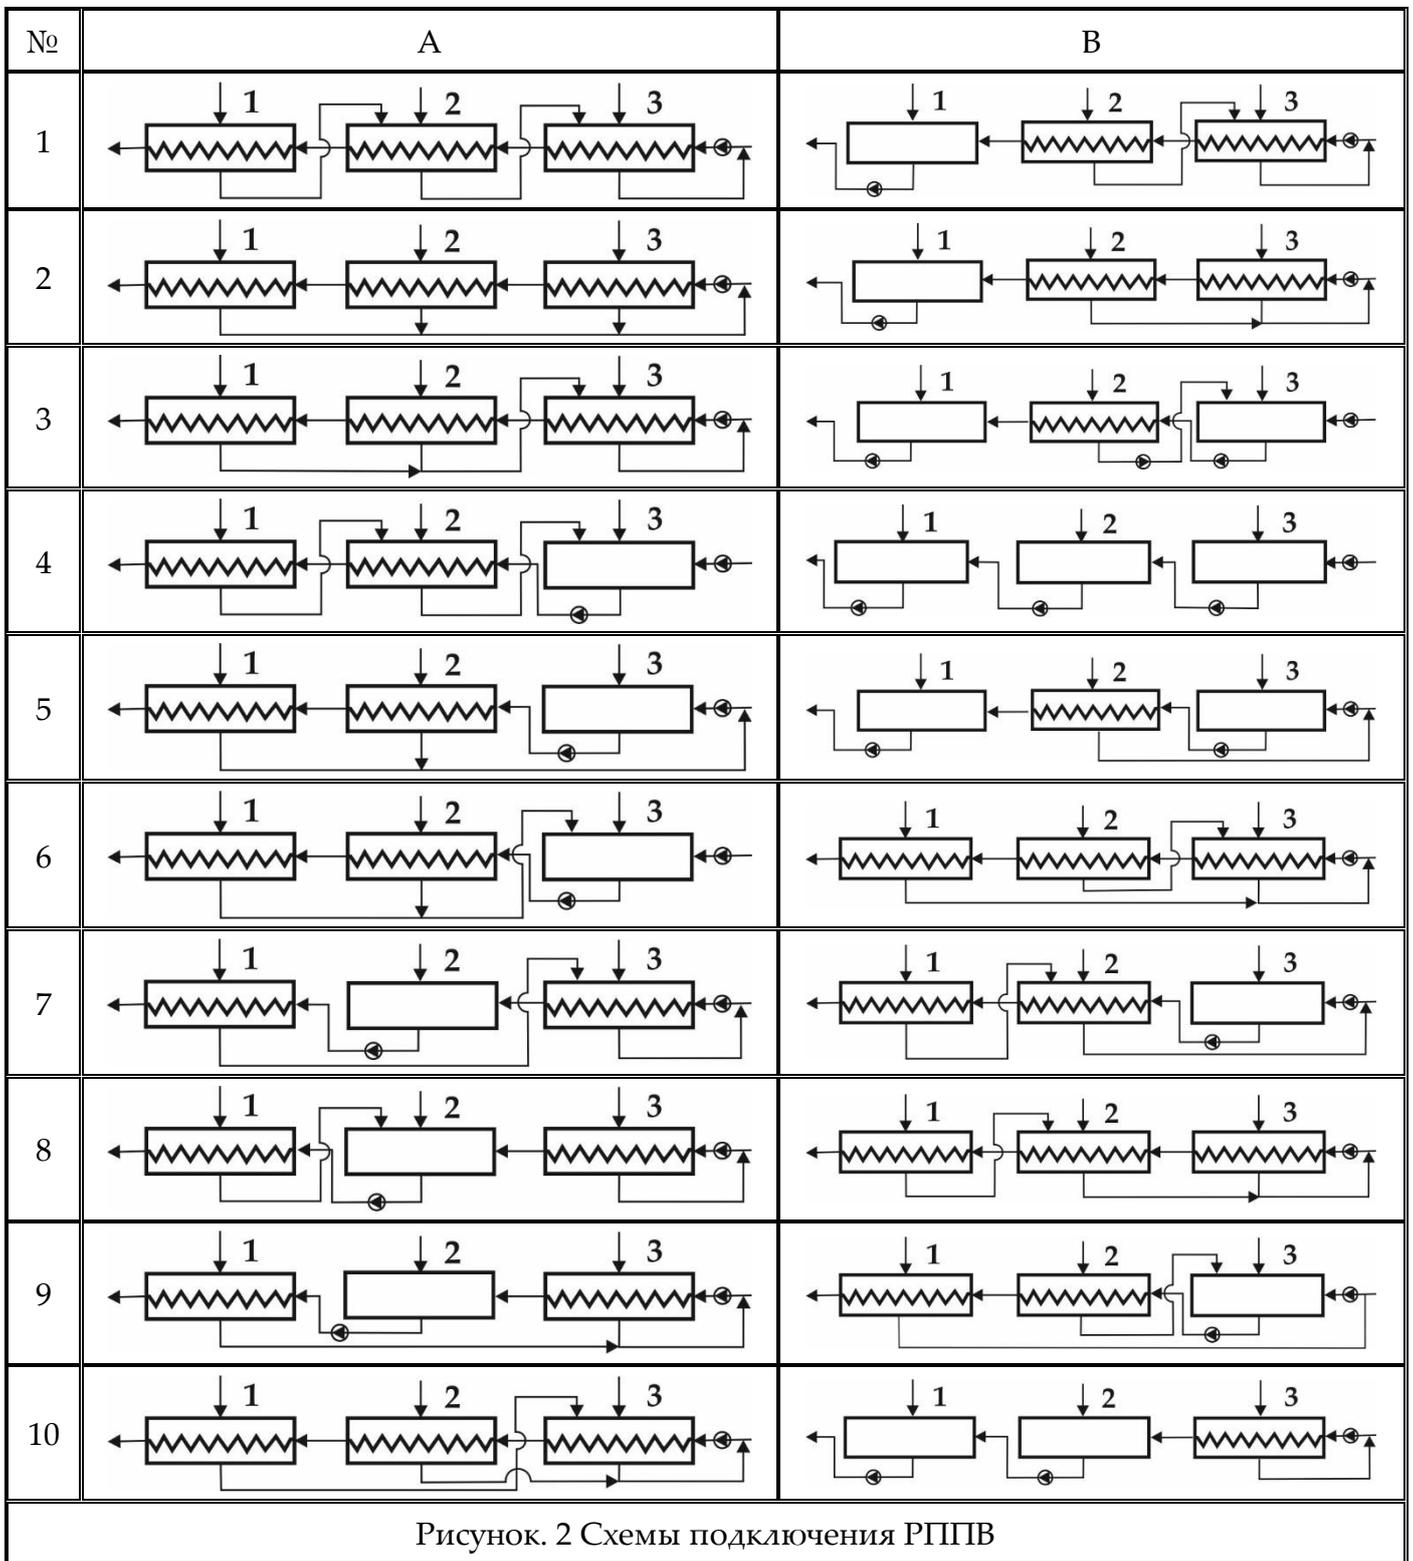

Рисунок. 2 Схемы подключения РППВ
**Код варианта расчета ПСУ** составляется в соответствии со следующим соотношением: код варианта схемы подключения РППВ из Рис. 2 \_ код варианта задания параметров пара для расчета из табл. 1 \_ код варианта задания параметров ПСУ для расчета из табл. 2.